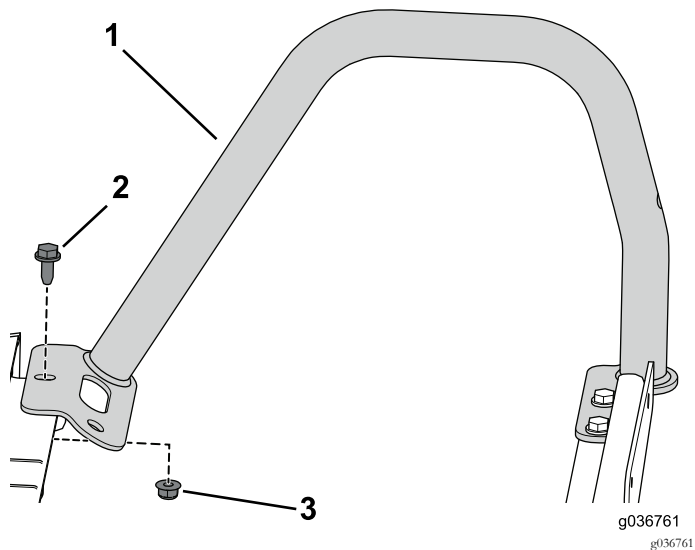

图2
1. 从右扶手上拧下3个凸缘螺栓5/16 x 3/4 英寸和3个凸缘螺母5/16 英寸然后卸下右扶手 图2。